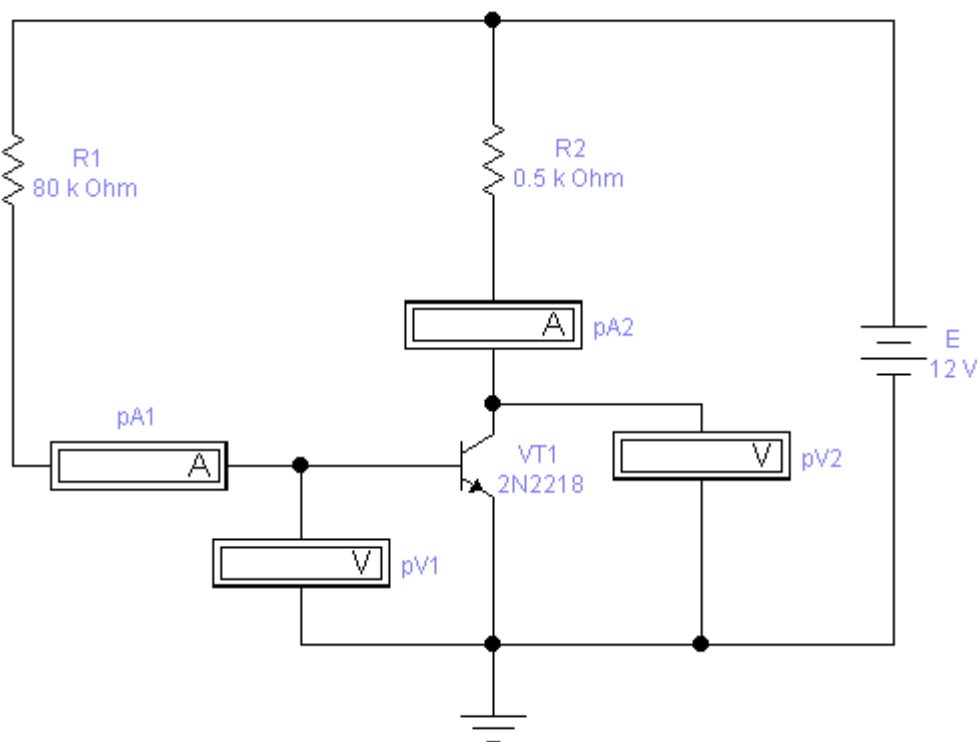

Рисунок 5.4 - Схема дослідження найпростішого підсилювального каскаду
12. Набрати схему найпростішого підсилювача на біполярному транзисторі (рисунок 5.4).